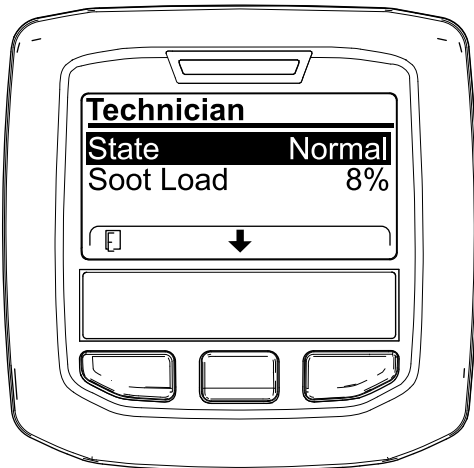

Bild 40
- Lesen Sie in der Tabelle für den Dieselpartikelfilter-Betrieb den aktuellen Zustand des Dieselpartikelfilter-Betriebs nach (**Bild 40**).